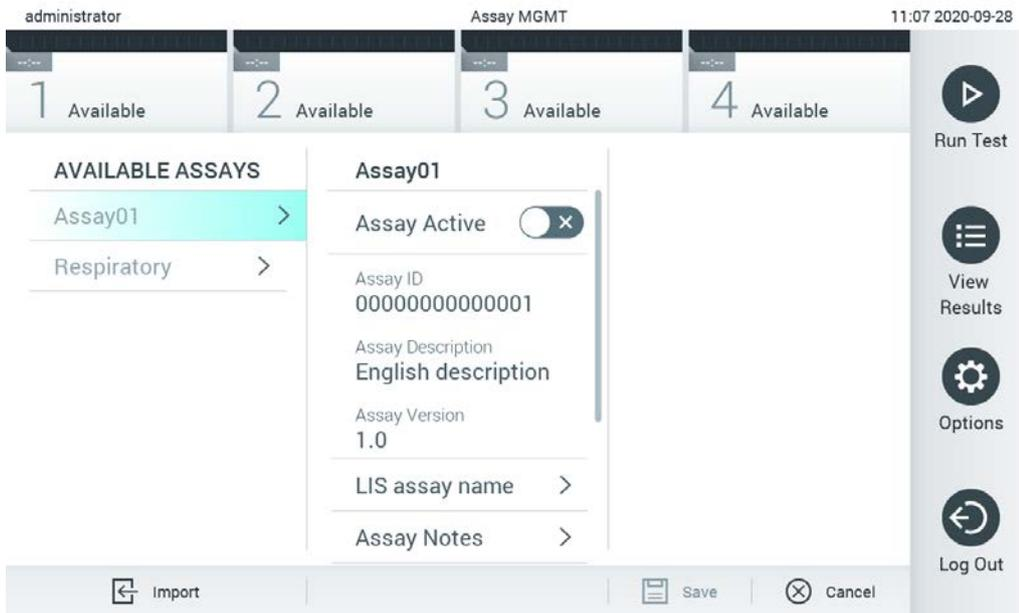

Figure 66. Écran de gestion du dosage.
2. Pour importer le ou les nouveaux dosages dans le QIAstat-Dx Analyzer 1.0, appuyez sur le bouton Options (Options), puis sur le bouton Assay Management (Gestion du dosage). L'écran Assay Management (Gestion du dosage) apparaît dans la zone de contenu de l'écran (Figure 66).